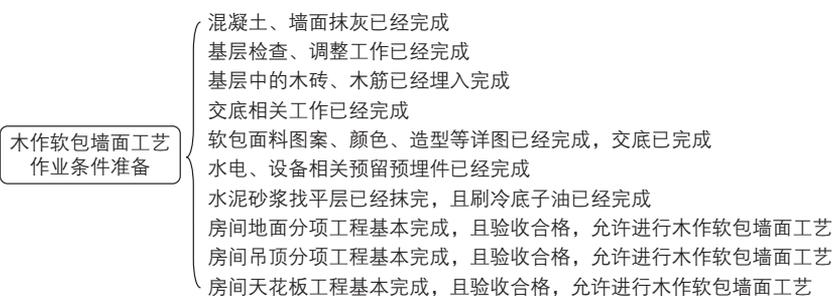

图7-19 木作软包墙面工艺作业条件准备
- ① 不同部位选择不同的胶黏剂。
- ② 龙骨、衬板、边框要安装牢固，拼缝平直。
- ③ 有的项目龙骨选择白松烘干料，要求含水率不大于12%，无腐朽、无节疤、无劈裂、无扭曲，且应经防腐处理等。
- ④ 普通布料要进行两次防火处理，并且检测要合格。
- ⑤ 软包底板一般选择5mm厚胶合板，并且要求无脱胶、无空鼓、平整干燥，甲醛释放量不大于1.5mg/L。
- ⑥ 软包面料、内衬材料、边框等的材质、图案、颜色、燃烧性能等级要符合要求。
- ⑦ 软包面料、内衬材料、边框等要具有防火检测报告。
- ⑧ 软包墙面龙骨、木框、底板、面板等木材的树种、等级、规格、含水率、防腐处理要符合要求。
- ⑨ 外饰面用的压条分格框料、木贴脸等面料，可以选择工厂经烘干加工的半成品料，要求含水率不大于12%，一般选择五夹板。
- ⑩ 粘贴材料一般选择水溶性酚醛树脂胶。
- 木作软包墙面工艺作业条件准备如图7-19所示。